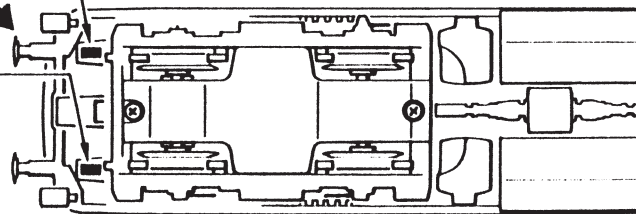

Fig. 3
Mehrzugbetrieb: Zuerst Lokgehäuse abnehmen (Fig. 3). Danach den Brückenstecker aus der Schnittstelle entfernen (diesen sorgsam aufbewahren). Danach den Stecker des Steuerbausteins lagerichtig einsetzen (siehe Fig. 6).
2. Schmierung: Versehen Sie die im Schmierplan in Fig. 7 gekennzeichneten Stellen mit nur **kleinen Öltropfen**. Dazu zuerst das Lokgehäuse abnehmen (Fig. 3). Wir empfehlen den ROCO **Öler Art.-Nr. 10906**. Fürs Schmieren der Getriebeteile (Zahnräder, Schnecke) empfehlen wir das **ROCO-Spezialfett Art.-Nr. 10905**. Im Falle der Schmierung diese Teile **nicht ölen**.
4. Motorwechsel: Lokgehäuse abnehmen (Fig. 3). Danach wird der Motor ausgebaut (Fig. 9).
2. Lubrication: Apply **tiny oil drops** to spots marked in fig. 7. Prior to lubrication dismantle locomotive (fig. 3). We recommend using item no. **10906, Roco oiler**. For lubrication the gearparts (e.g. cogwheels, worm) we would recommend our Roco **special grease** (item no. **10905**).
4. Motor Changing: First remove loco body (fig. 3), and then the motor (fig. 9).
2. Graissage: N'appliquez **qu'une tout petite goutte** aux endroits indiqués par le plan de graissage (fig. 7) après avoir démonté la caisse de la locomotive (fig. 3). Nous vous recommandons **le graisseur à huile Roco réf. 10906**. Pour graisser les engrenages (roues dentées, vis sans fin) nous vous conseillons la **graisse spéciale Roco réf. 10905** pour engrenages en matières synthétiques. Lorsque vous utilisez cette graisse il faut éviter d'huiler ces composants.
4. Remplacement du moteur: Démontez la caisse (voir fig. 3). Démontez ensuite le moteur (fig. 9).
voir } Fig. 3